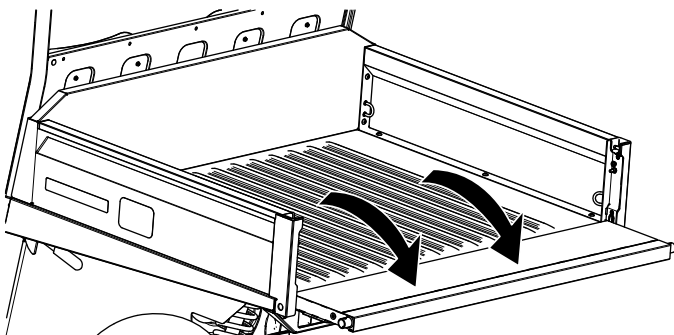

Bild 82
3. Senken Sie die Heckklappe ab, bis sie bündig mit dem Boden der Ladepritsche ist (Bild 82).